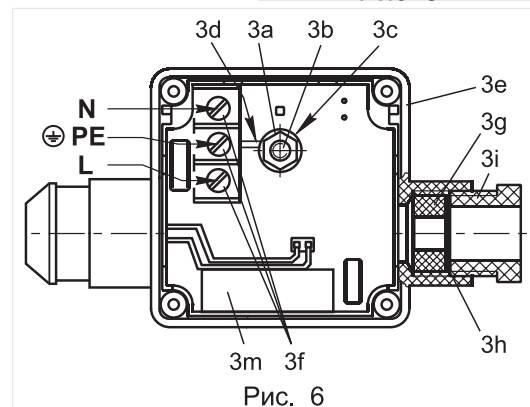

Рис. 6
4.3.3 На лицевой поверхности клеммной коробки открытые четыре винта крепления крышки. Снимите крышку клеммной коробки вместе с резиновым уплотнением. Клеммная коробка со снятой крышкой показана на рис. 6.
- выкрутить кнопку ручного взвода из левого патрубка клеммной коробки (см. рис. 6);